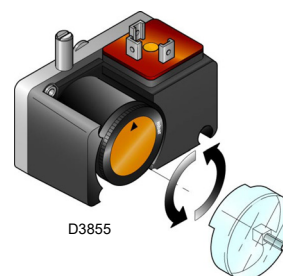

Fig. 30
- Regolare il pressostato gas di minima (Fig. 30 a pag. 27) ad inizio scala.
Eseguire la regolazione del pressostato gas di minima dopo aver effettuato tutte le altre regolazioni del bruciatore con il pressostato regolato a inizio scala (Fig. 30).